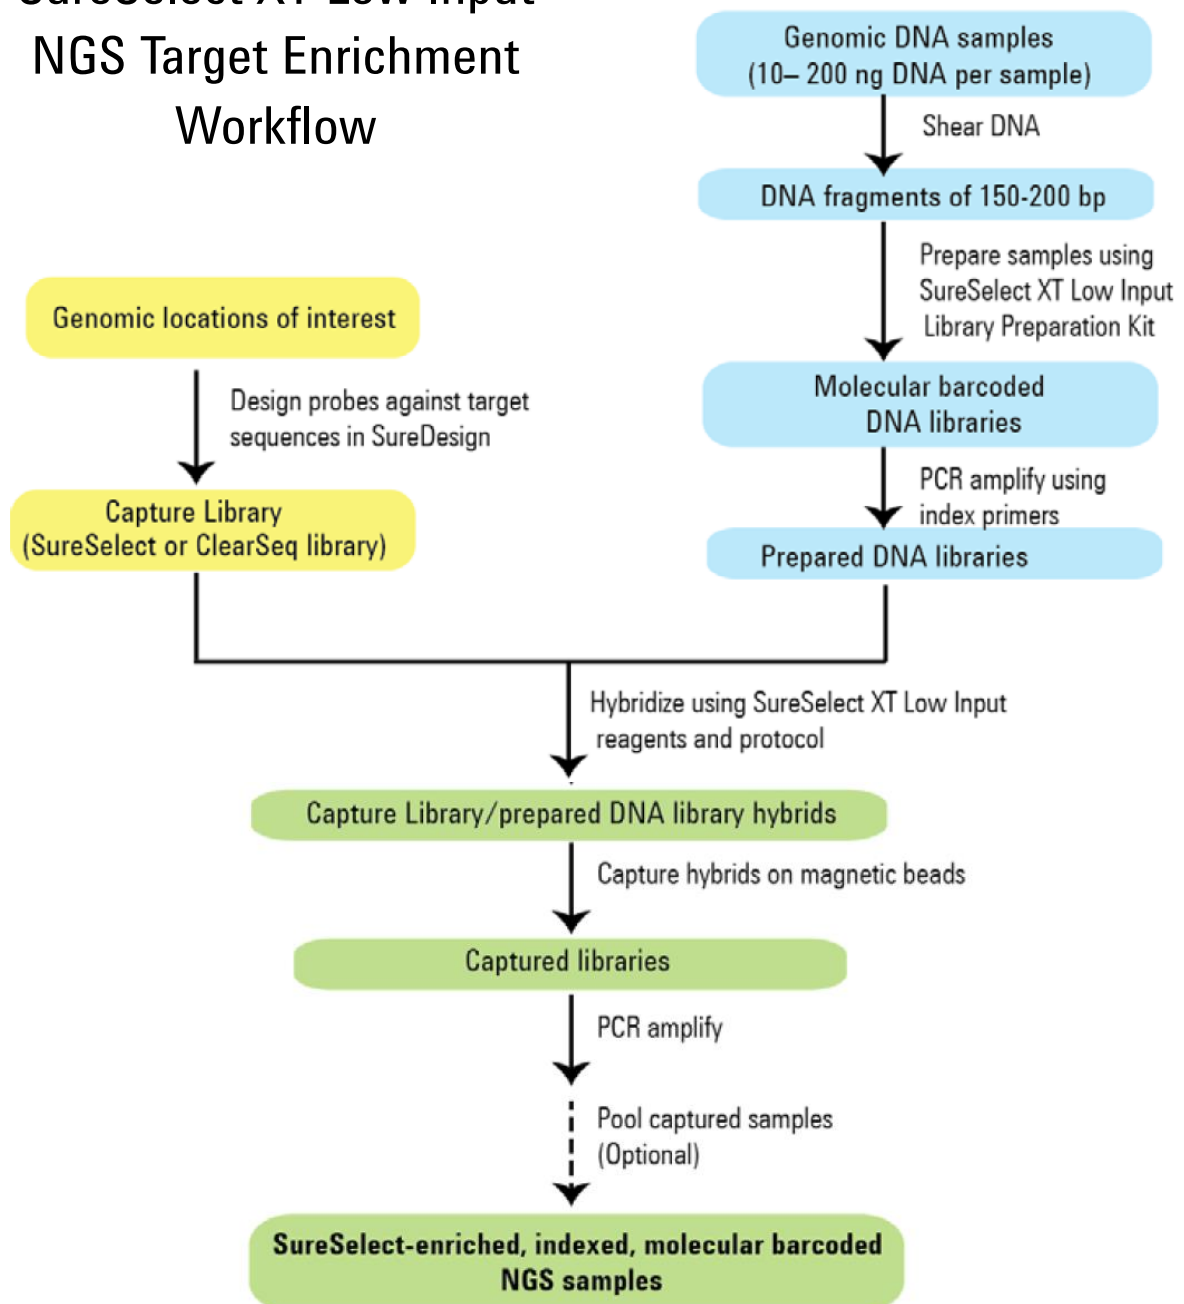

図 2 サンプル調製ワークフロー
イルミナ社のペアエンドシーケンスプラットフォームを用いてライブラリを調製する際の SureSelect Low Input ターゲットエンリッチメントのワークフローを図 2 に示します。
- サンプルインデックスはキャプチャ前の増幅時に付加されます (図 2 参照)。実験を計画する際、それぞれのサンプルに適切なインデックスを割り当て、適切な番号のインデックスプライマーを適切なウェル (サンプル) に割り当てるようにしてください。インデックスプライマーのプレート上の位置は p. 129 の表 82 と表 83 を参照ください。
- キャプチャ前の増幅ステップ (図 2 参照) では、インプット DNA の種類および量によって PCR 増幅サイクル数が異なることがあります。同じ PCR サイクル数となるインプット DNA の種類および量を同じプレートで処理するようにしてください。詳細はキャプチャ前の増幅ステップ p.52 の表 24 を参照ください。
- ハイブリダイゼーションのステップ (図 2 参照) では、プレートの各ロウ (Row、行) に異なる種類の SureSelect Capture Library をセットすることができます。調製したアダプター付き DNA ライブラリが適切な SureSelect Capture Library と一致するように実験を計画してください。詳細はハイブリダイゼーションの項目を参照ください。
- キャプチャ後の増幅ステップ (図 2 参照) では、キャプチャターゲットのサイズの違いによって PCR 増幅サイクル数が異なることがあります。同じ PCR サイクル数となるターゲットサイズの Capture Library を同じプレートで処理するようにしてください。詳細はキャプチャ後の増幅ステップ p. 97 の表 58 を参照ください。
SureSelect XT Low Input ターゲットエンリッチメントのワークフローの概要は p. 29 の図 2 をご参照ください。この章では、イルミナ社のペアエンドマルチプレックスシーケンスプラットフォームでランするための DNA ライブラリを、Agilent SureSelect XT Low Input 自動化システムを用いて調製する方法を説明します。各サンプルにそれぞれのインデックスと分子バーコードを付加します。